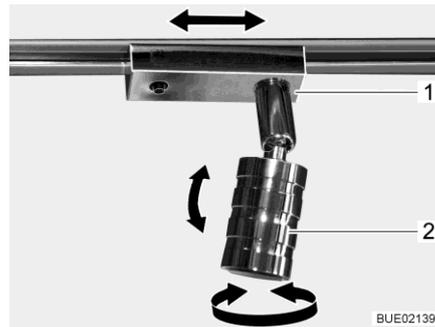

Fig. 36 Spot
**Tourner le spot :** ■ Tourner le boîtier (Fig. 36,2) du spot dans le sens désiré.
**Faire coulisser le spot :** ■ Tourner le socle (Fig. 36,1) d'environ 45°.
**Enlever le spot :** ■ Tourner le socle (Fig. 36,1) de 90°.